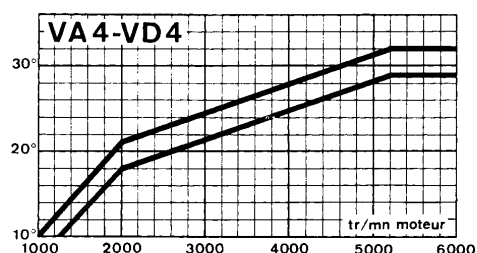

Bild 61 Zündverstellkurve VA 4 - VD 4
- ab Juli 1982 VA4-VD4 (Bild 61)